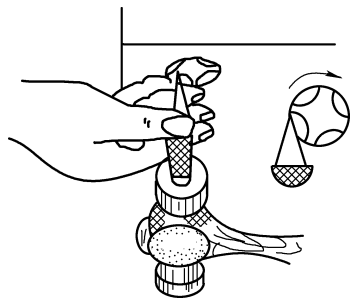

图 2-67 用尖冲子将折断的丝锥退出工件
(1) 用尖冲子或尖錐子反时针方向冲击, 使折断的丝锥退出工件, 如图 2-67 所示。
(2) 先用喷灯火焰将丝锥退火, 然后用钻头在断头钉上钻出比丝锥直径稍小的孔, 用四方冲子扭出。